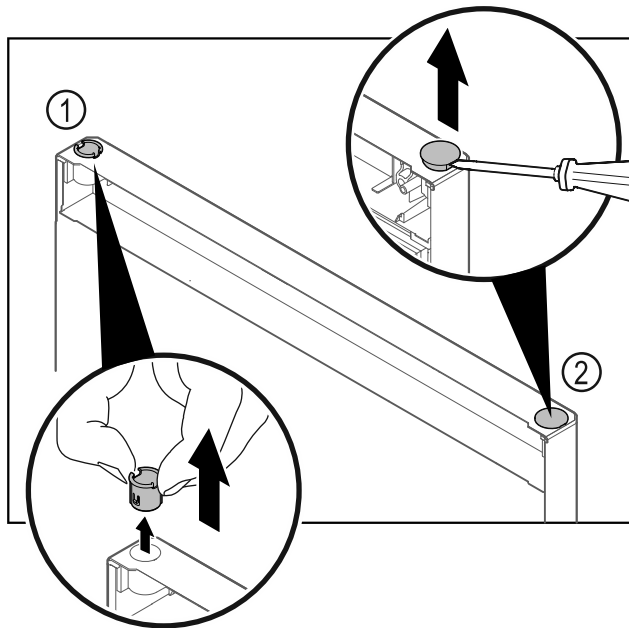

Fig. 14
- ▶ Пальцами вытяните шарнирную втулку Fig. 14 (1).
- ▶ Шлицевой отверткой осторожно подцепите и извлеките заглушку Fig. 14 (2).